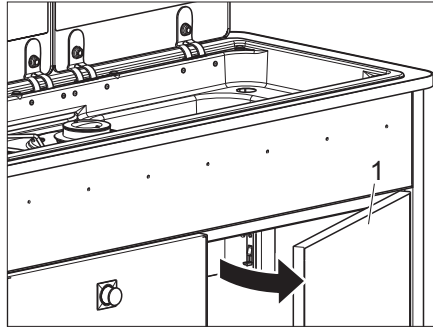

Figura 81 Abra la puerta del gabinete
- Abrir la puerta del gabinete (Figura 81,1).
- Cierre la puerta del gabinete (Figura 81,1) nuevamente.